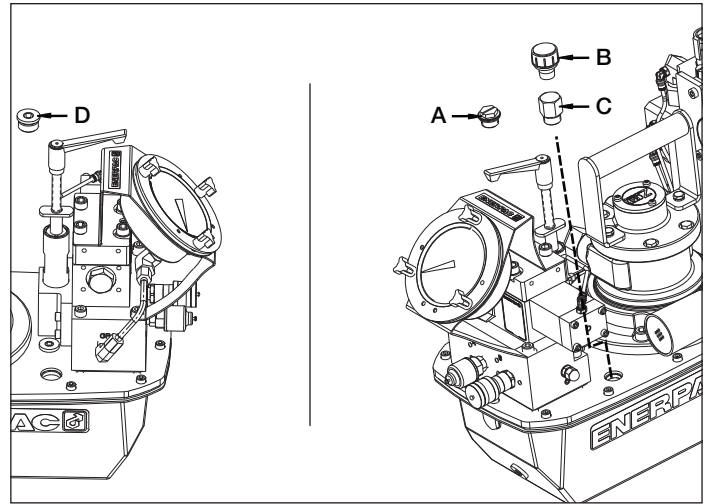
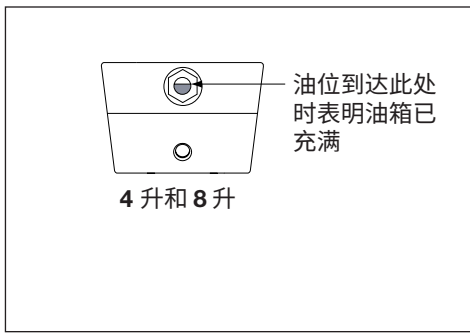

图 2 - 注油塞和通气帽
图 4
4.1 通气帽和注油塞 (请参阅图 2)
启动前检查泵的油位,必要时,从盖板上拔掉 SAE #10 塞,然后给泵加油 (见图 2)。当油位到达观察孔顶部时,就表明油箱已充满。(图 4)